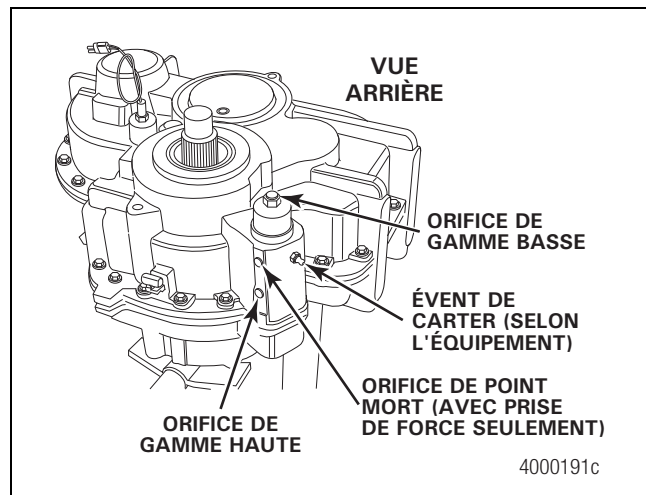

Figure 4.11
5. Placer la commande de boîte de transfert en position de gamme haute en injectant de l'air comprimé de l'atelier dans l'orifice du cylindre de commande de gamme haute. Figures 4.11 et 2.4.